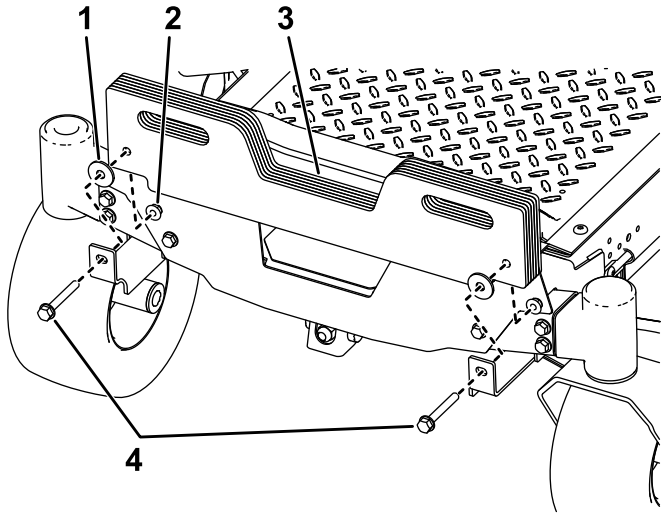

図 5
2. ウェイト用ブラケットにスーツケース型ウェイトを取り付けるボルト $\frac{5}{8}$ x $2\frac{3}{4}$ "2本、ワッシャ2枚、ロックナット $\frac{3}{8}$ "2個で図 5 のように取り付ける。